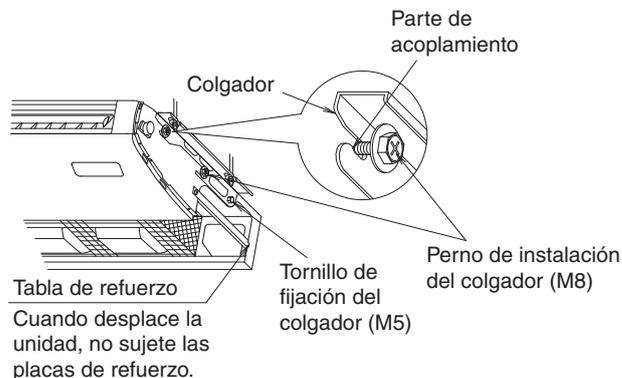

Fig. 11
- Para colgar la unidad de forma temporal, eleve la unidad interior, deslícela desde la parte delantera y coloque el perno (M8) de instalación del colgador de forma segura. (Refiérase a la Fig. 11)
- Apriete los tornillos de sujeción del colgador (M5) en los 2 puntos que se retiraron anteriormente, del mismo modo que estaban. (Refiérase a la Fig. 11)
- Ajuste firmemente los pernos de instalación del colgador (M8) en los 4 puntos. (Refiérase a la Fig. 11)